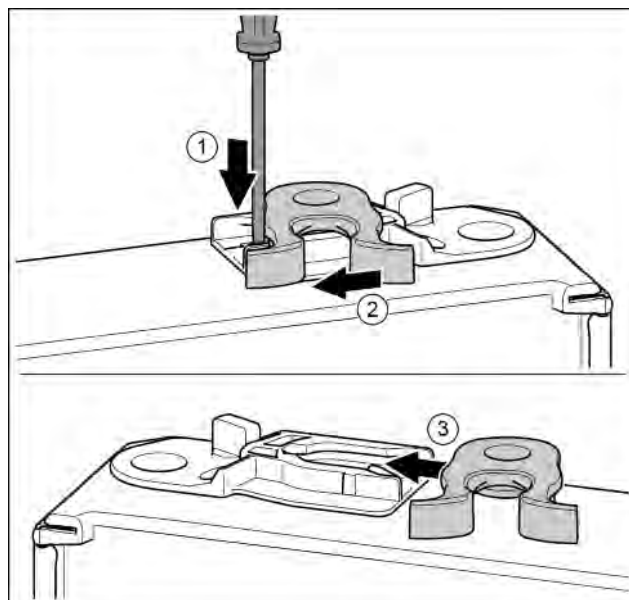

Fig. 18
- ▶ Odvijačem s prorezom pritisnite jezičac prema dolje. *Fig. 18 (1)*
- ▶ Izvucite kuku za zatvaranje iz vodilice. *Fig. 18 (2)*
- ▶ Gurnite kuku za zatvaranje na drugoj strani u vodilicu. *Fig. 18 (3)*